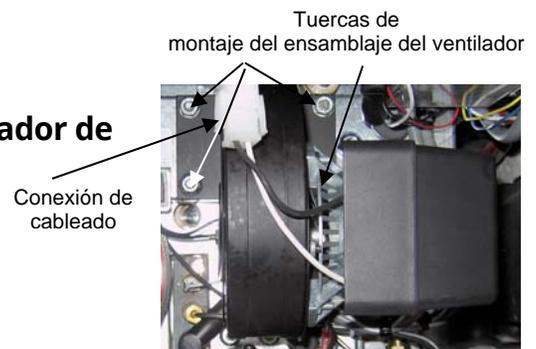

Figura 4
1. Desconecte el arnés de cableado del ventilador y quite las cuatro tuercas de montaje del ventilador. (Consulte la Figura 4)